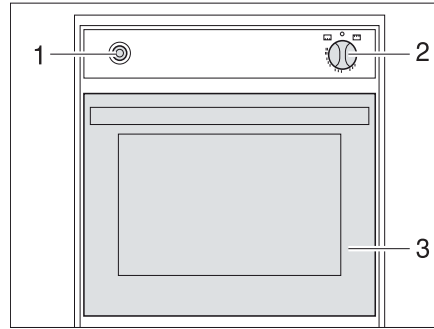

Fig. 136 Four à gaz
- Ouvrir complètement la porte du four (Fig. 136,3).
- Enfoncer légèrement le bouton tournant (Fig. 136,2) et le mettre sur "🔥" (four).
- Enfoncer le bouton tournant (Fig. 136,2) et le maintenir enfoncé pendant 5 à 10 secondes. Le gaz s'écoule vers le brûleur.
- Appuyer plusieurs fois sur l'interrupteur d'allumage (Fig. 136,1) jusqu'à ce que la flamme se consume.
- Tourner le bouton tournant (Fig. 136,2) sur "○". La flamme s'éteint.